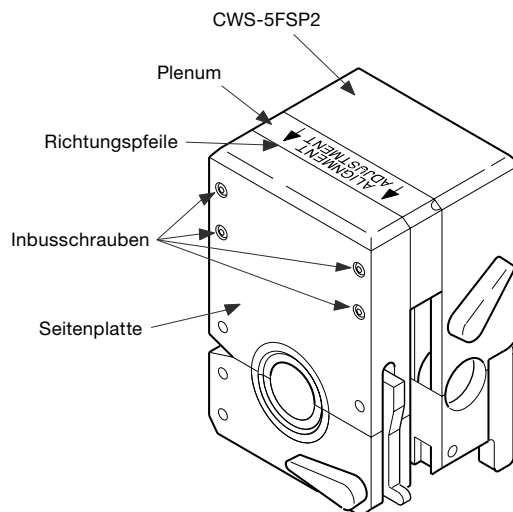

Abbildung 19 Lockern der Seitenplatte
1. Drehen Sie den Spannblock um und beachten Sie die Richtungspfeile auf dem Plenum. Die Pfeile zeigen zur passenden Seitenplatte. Siehe Abbildung 19.
2. Lösen Sie die vier Inbusschrauben in der passenden Seitenplatte mit dem mitgelieferten 3/32 Zoll Inbusschlüssel so weit, dass sie sich vom Plenum lösen lässt. Siehe Abbildung 19, um die passende Seitenplatte zu finden.